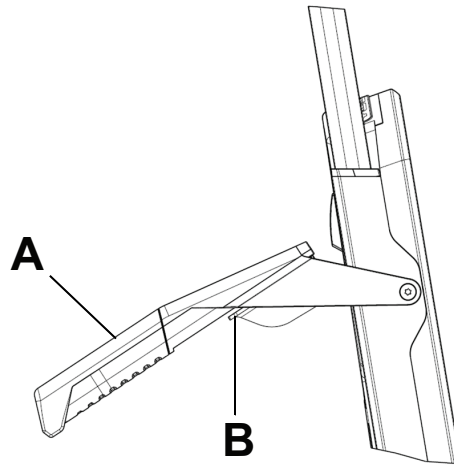

Abbildung 34 – Absenken der hochklappbaren Kopfende-Tragegriffe
1. Den hochklappbaren Kopfende-Tragegriff (A) anheben (Abbildung 34).
2. Den roten Griffauslöser (B) mit dem Finger in Richtung auf die eigene Person ziehen (Abbildung 34).